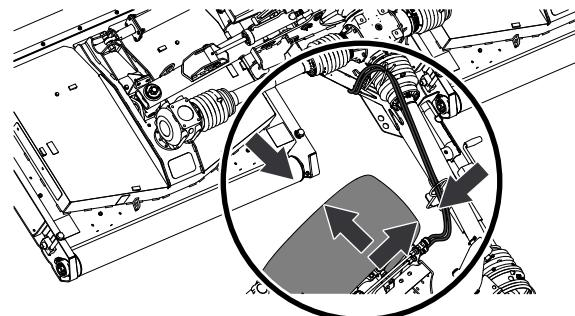

Figure 43
3. Dans le virage, vérifiez l'écart entre la roue du véhicule tracteur et les composants de la tondeuse (Figure 43).